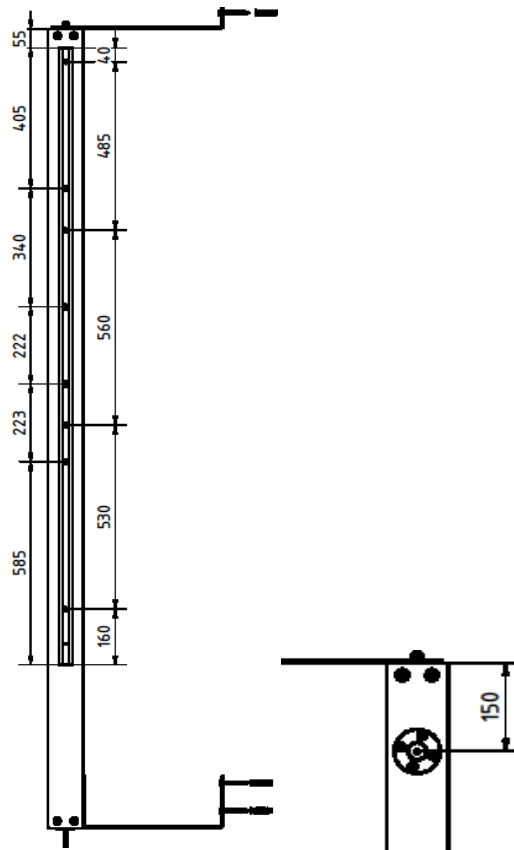

Abb. 5: Montage Schiene und Gleitstein
Nun montieren Sie die Schienen ①⑦. Halten Sie die Schiene zunächst an der, dem neigbaren Element zugewandten Wange an, der Versatz der Schiene von der oberen Kante der Elemente beträgt dabei 55 mm. Achten Sie darauf, dass das geschlossene Ende der Schiene nach unten zeigt. Markieren Sie sich die Bohrungen der Gewindeeinsätze ⑤ wie in Abbildung 5 dargestellt. Setzen Sie die 4 Bohrungen mit $\varnothing 11$ und montieren Sie die Einsätze.